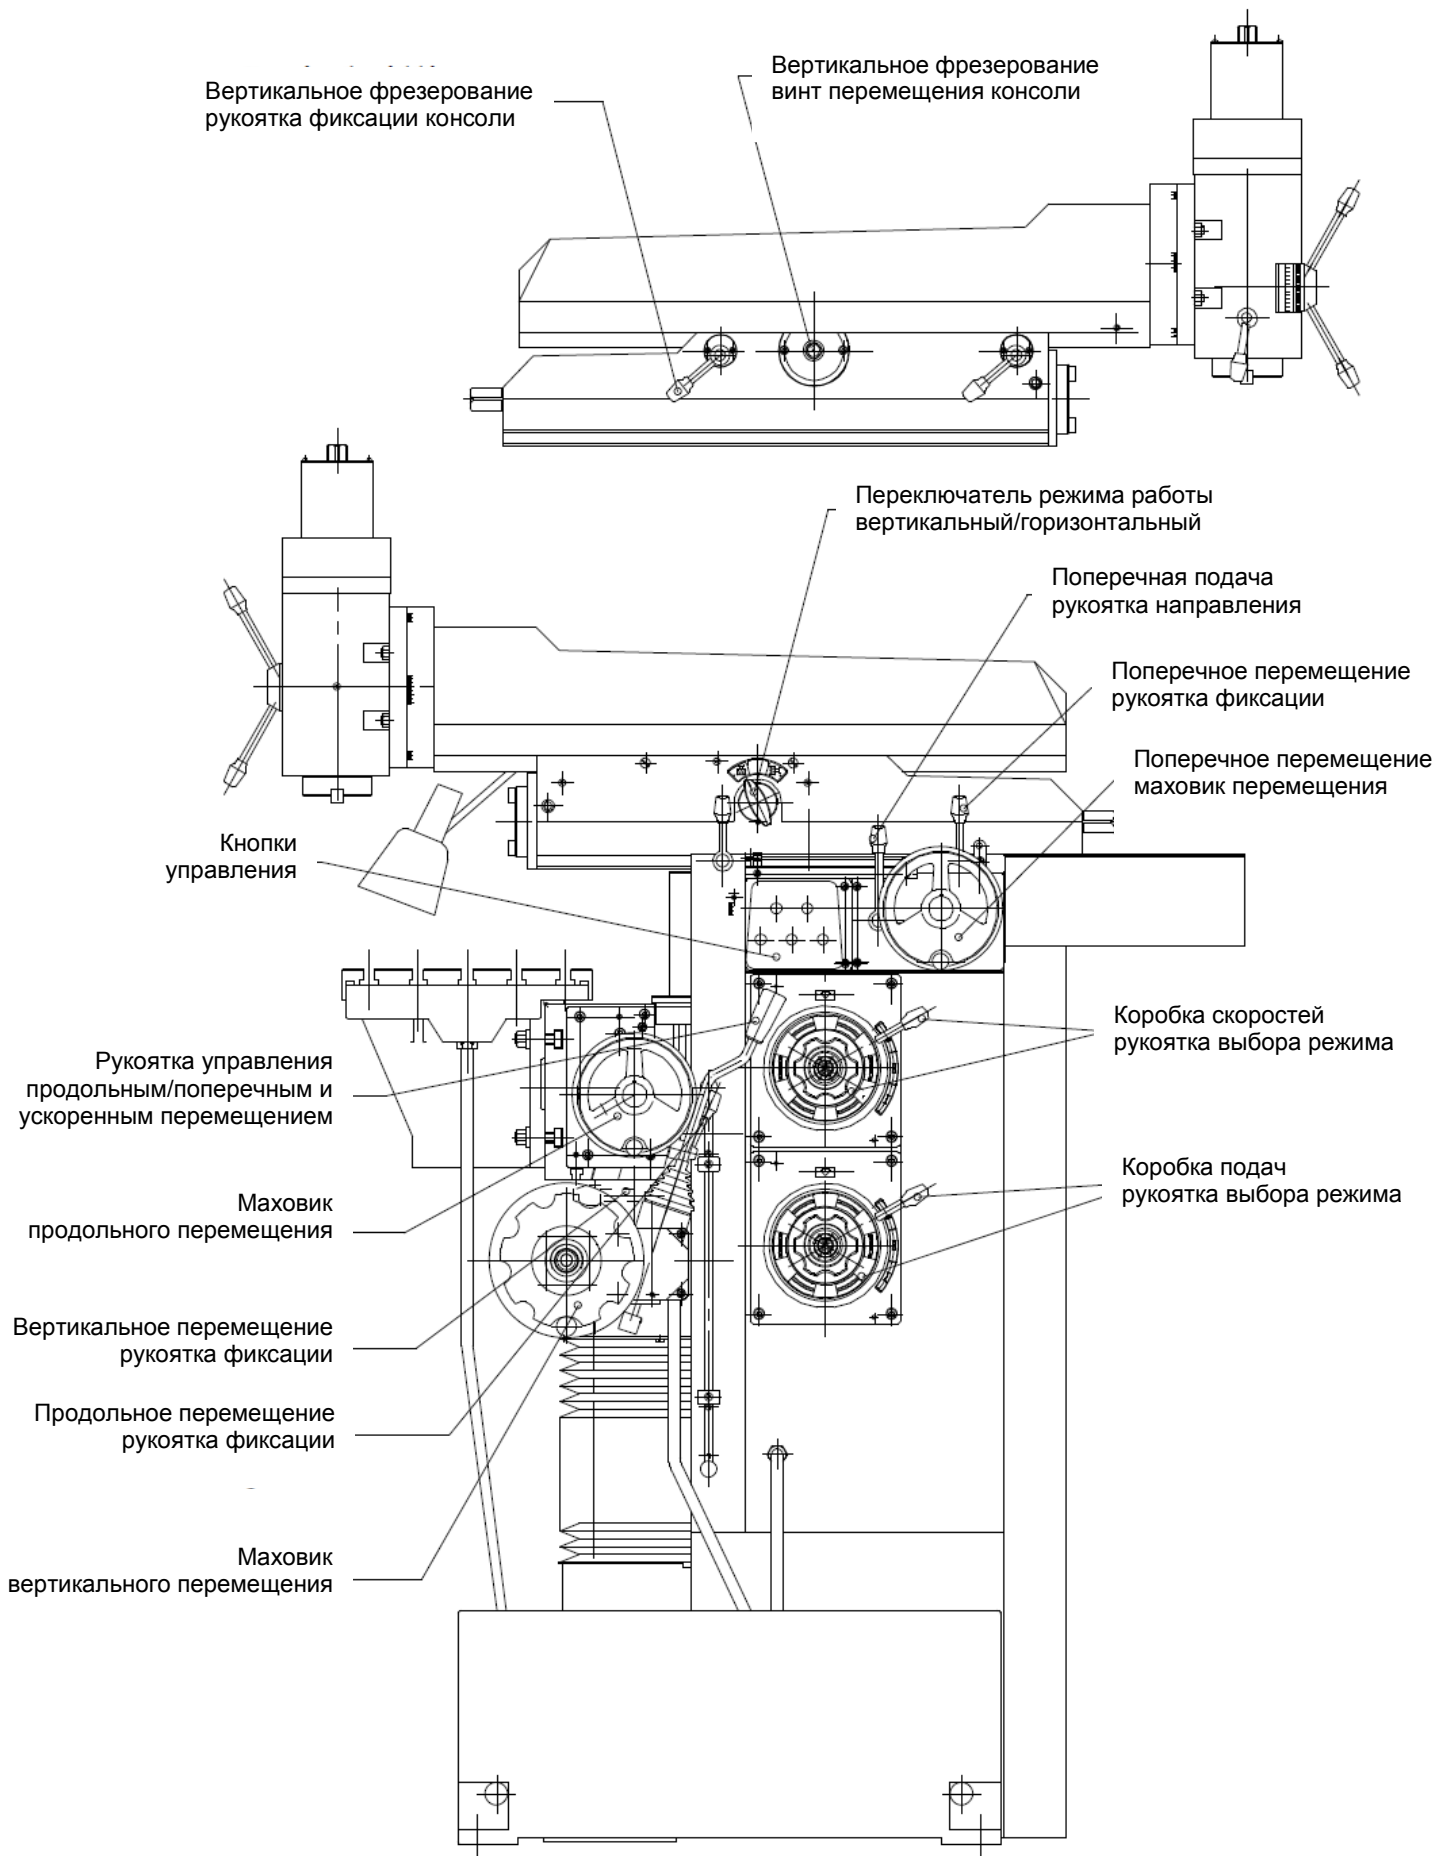

Рис.12 Органы управления
9.3 Проверьте: Положение различных рычагов, нажмите кнопки и выключатели для проверки их соответствия изображенному обозначению (См. Рис. 12).